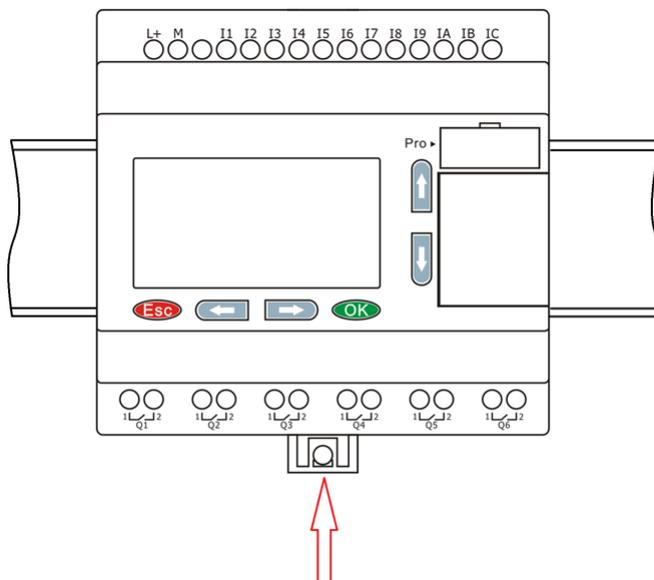

Рисунок 1.46 - Монтаж на DIN-рейку
2. Установите модуль на DIN-рейку, чтобы верхняя защелка зафиксировалась на ней. Далее придерживая модуль нажмите на нижнюю защелку и зафиксируйте модуль (рисунок 1.46).